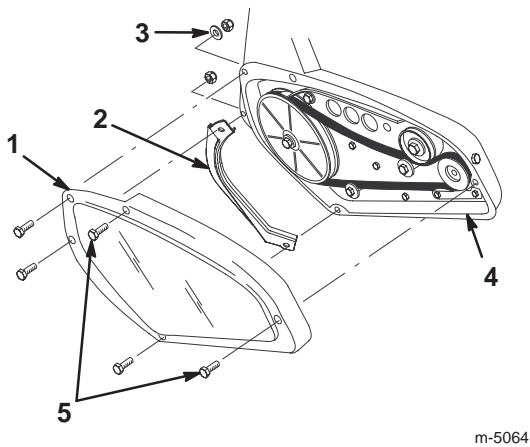

Figure 20
4. Enlevez les 2 vis autotaraudeuses, les 3 vis d'assemblage, une rondelle et les 3 contre-écrous qui fixent le couvercle au châssis de la déneigeuse (Fig. 20). Mettez le couvercle de la courroie d'entraînement de côté.
5. Déposez la protection gauche de la turbine (Fig. 20) et mettez-la de côté pour l'installation au point 10.